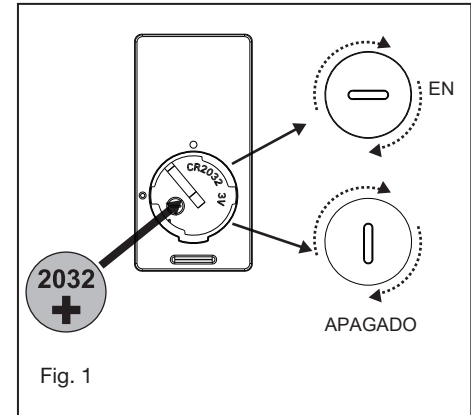

Fig. 1
1. Inserte el receptor en el soporte de montaje del techo con el lado plano del receptor hacia el techo. (Fig. 1) Para obtener el mejor rendimiento, asegúrese de que la antena negra y la antena WIFI, en el extremo del receptor, permanezcan extendidas y sin enredarse con ninguno de los cables eléctricos.
Retire el panel del transmisor y luego instale una batería 2032 (incluida). Necesita usar una moneda para abrir o cerrar la tapa de la batería. Para evitar daños al transmisor, extraiga la batería si no la va a utilizar durante largos períodos de tiempo (Fig. 1)